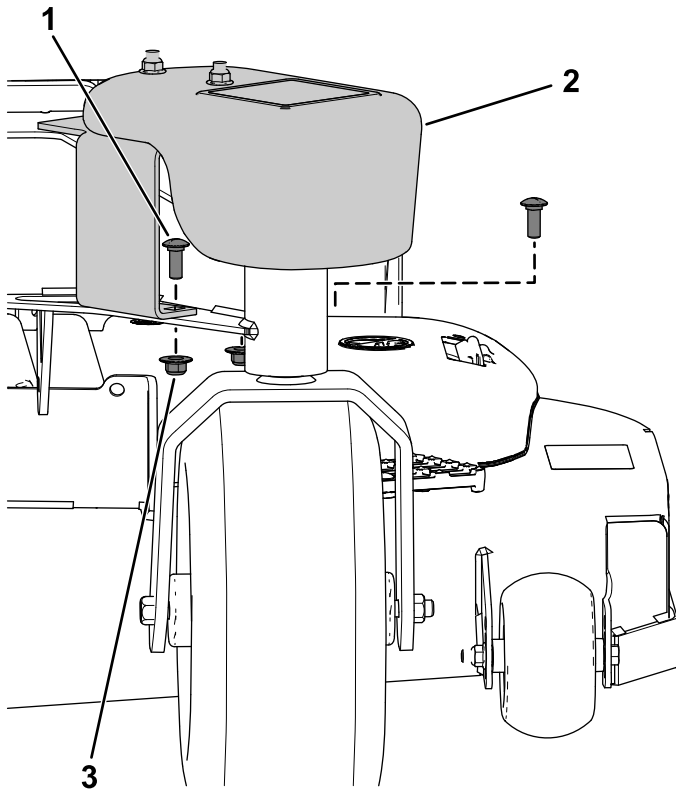

Figura 10
1. Sujete el peso al brazo de la rueda giratoria usando 2 pernos de cuello cuadrado ($\frac{3}{8}$ " x 1") y 2 tuercas con arandela prensada ($\frac{3}{8}$ "), como se muestra en la Figura 10.